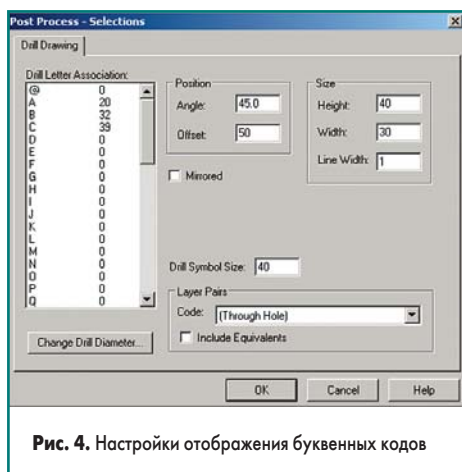

Рис. 4. Настройки отображения буквенных кодов
- В появившемся окне Post Process — Drill Drawing нажмем кнопку Options. На экране появится диалоговое окно Post Process — Selections, показанное на рис. 4.